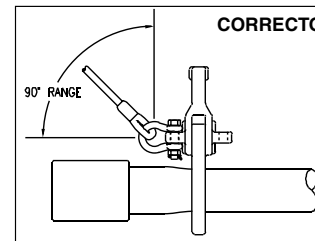

Figura 4
- La línea de izaje sólo puede aplicar la carga en un rango de 90° (ver Figura 4). No aplique una carga en ninguna otra dirección ni permita que la línea de izaje entre en contacto con la garra (ver Figuras 5 y 6). La línea de izaje debe tirar hacia el extremo del acoplador.